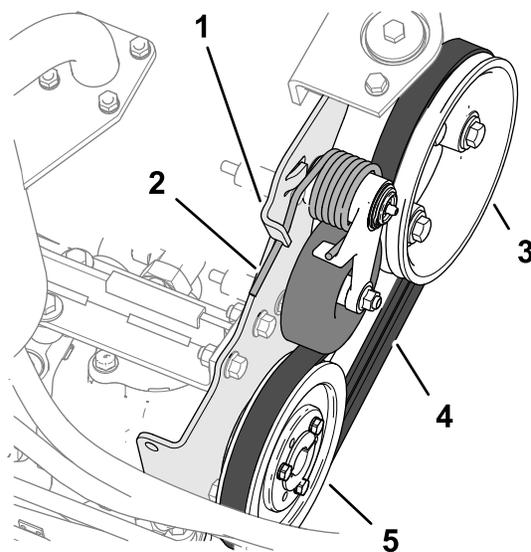

Рисунок 88
2. Потяните вниз за конец пружины натяжения ремня и выведите его из выемки в выступе крепления насоса, затем отведите конец пружины вперед (Рисунок 88).